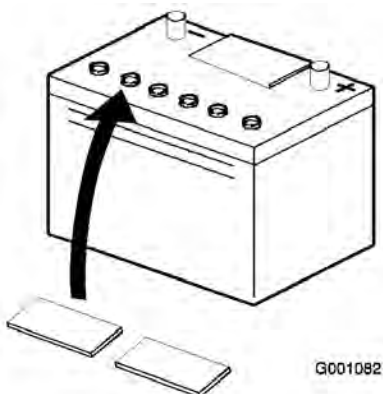

Figure 5
3. Nettoyez le dessus de la batterie puis retirez les bouchons d'aération (Figure 5).
6. Remettez les bouchons d'aération (Figure 5).